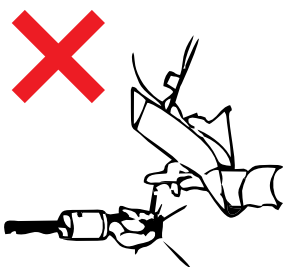

figura 3
- Está estrictamente prohibido soldar el gancho y la cadena de carga. (figura 3).